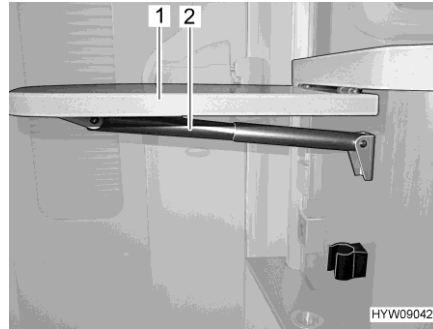

Fig. 83 Mesa de bar plegable
- Agarrar la parte inferior de la mesa de bar plegable (Fig. 83,1) y extraer la misma del engatillado tirando ligeramente.
- Girar el tablero de la mesa hacia arriba hasta que se active la fijación del soporte telescópico (Fig. 83,2). Soltar el tablero de la mesa.